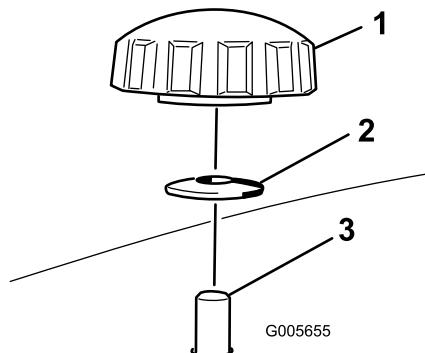
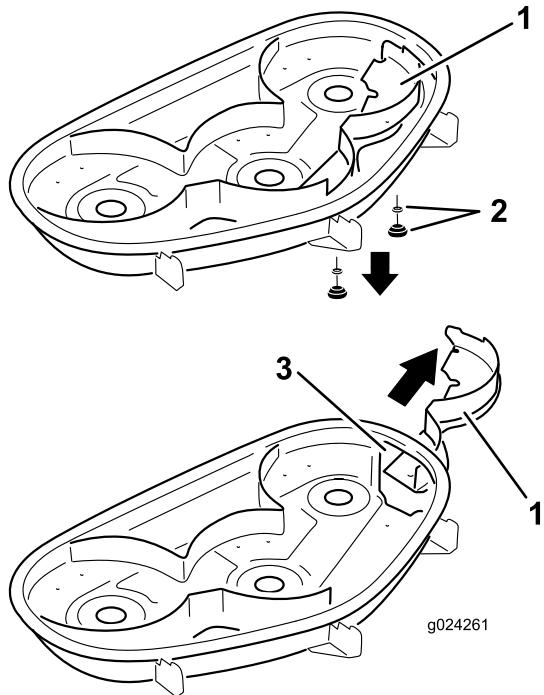

Figure 32
Figure 33
- Retirez les 2 boutons et rondelles bombées qui fixent le déflecteur droit au plateau de coupe (Figure 32).
- Déposez le déflecteur droit et abaissez le déflecteur d'herbe sur l'ouverture d'éjection, comme illustré aux Figure 32 et Figure 33.
5. Insérez le déflecteur droit sous le plateau de coupe et fixez-le en place avec 2 boutons et les rondelles bombées (face concave vers le plateau de coupe) comme montré à la Figure 32 et la Figure 33.